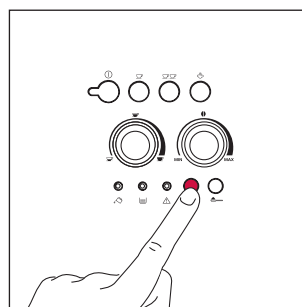

Fig. 14
1) Se, appena accesa la macchina, si richiede una tazza di caffè corto (inferiore a 60cc), usare l'acqua calda del risciacquo per pre-riscaldare le tazze (vedi consiglio par. 4.3 punto5). Se invece dall'ultimo caffè fatto, sono trascorsi più di 2/3 minuti, prima di richiedere di nuovo un caffè è necessario pre-riscaldare l'infusore premendo il tasto  (fig. 14). Lasciare poi defluire l'acqua nella vaschetta